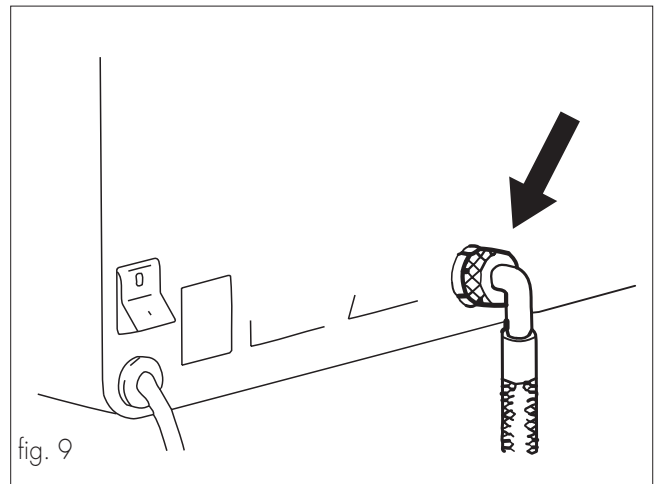

fig. 9
- Collegare il distributore ad una condotta di distribuzione di acqua potabile avente pressione compresa tra 1,5 e 8 bar. Servirsi per questo di un tubo di carico di adeguate caratteristiche e collegarlo al manicotto da G3/4" posto sul pannello posteriore del distributore (fig. 9).